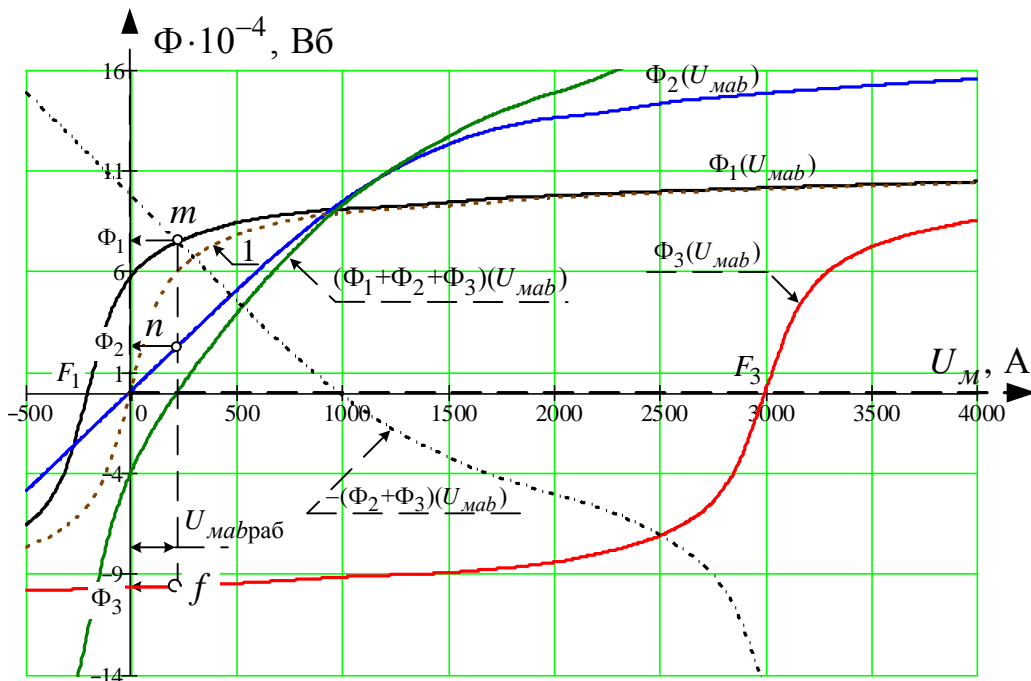

Рис. 2.3
Для получения ответов построение характеристик сопротивлений необязательно, однако, следует помнить, что для стальных участков в диапазоне значений индукции  $B=(0 \div 1,5)$  Тл для стали горячего проката ВБАХ обладают явно выраженной нелинейностью и имеют вид кривой 1 (характеристика  $\Phi_1=(U_{M1})$ ) на рис. 2.3. Характеристика воздушного зазора – прямая линия, проходящая через начало координат.
На рис.2.3 построены графики всех трех ВБАХ ветвей.
4. Составляем функциональное уравнение по первому закону Кирхгофа  $\Phi_1(U_{mab}) + \Phi_2(U_{mab}) + \Phi_3(U_{mab}) = 0$ , и, решив его графически, определяем рабочее значение магнитного напряжения  $U_{mab.раб.}$ . Точка  $e$  пересечения суммарной характеристики  $(\Phi_1 + \Phi_2 + \Phi_3)(U_{mab})$  с осью магнитных напряжений  $U_m$  и определяет режим работы цепи (рис. 2.3),  $U_{mab.раб.} = 188A$ .
рактеристики относительно оси абсцисс (пунктирная кривая на рис. 2.3).